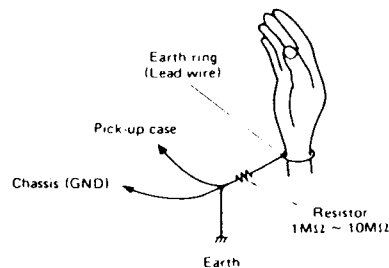

Fig. 4-2
- Before servicing the pickup ass'y be sure to prevent electrostatic-induced destruction by earthing not only test equipment in use but also yourself as shown in Fig.4-2.
- ピックアップ ASSY を取り扱う場合は、測定器などに確実なアースを取ると共に、人体アースを行い、静電破壊を十分防止してください。(Fig.4-2 参照)